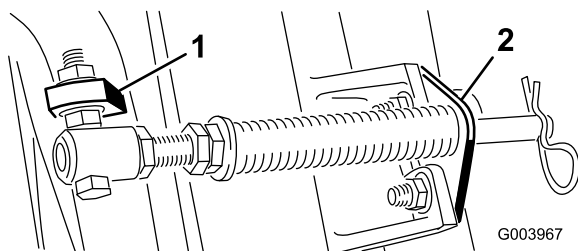
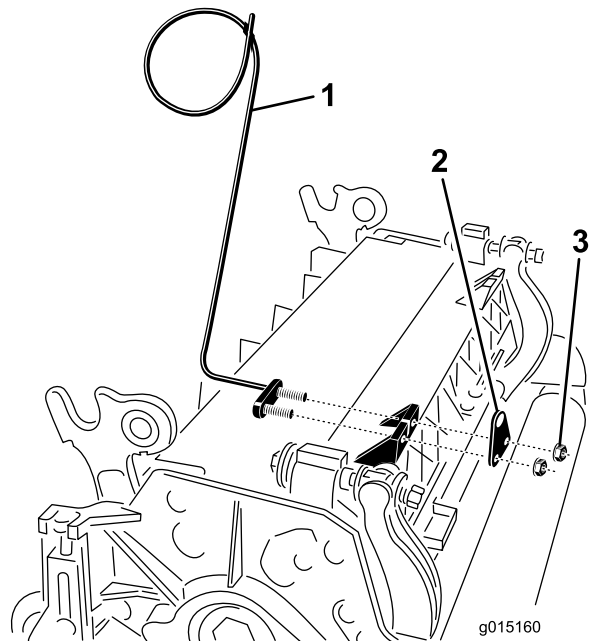

图 11
图 13
注意 将螺栓头朝向凸耳外侧如图 11 所示。
E. 使用车身螺栓和螺母将杆支架固定到滚刀组凸耳上图 11。在滚刀组上当重新安装杆支架时将左侧软管导管安装到滚刀组凸耳的前面图 13。